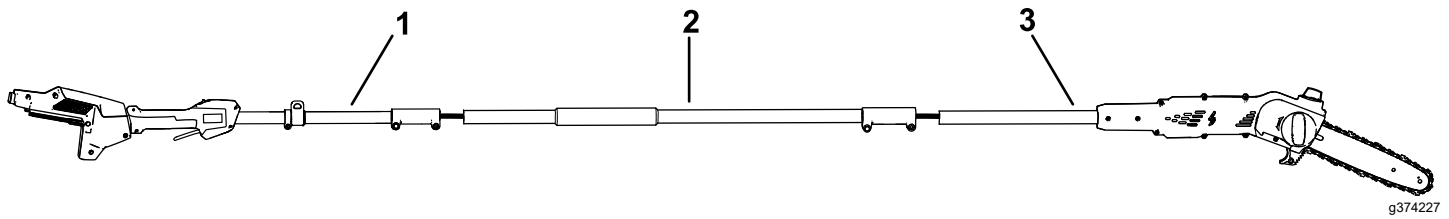

Figura 4
1. Aprite le sezioni dell'impugnatura (Figura 4).